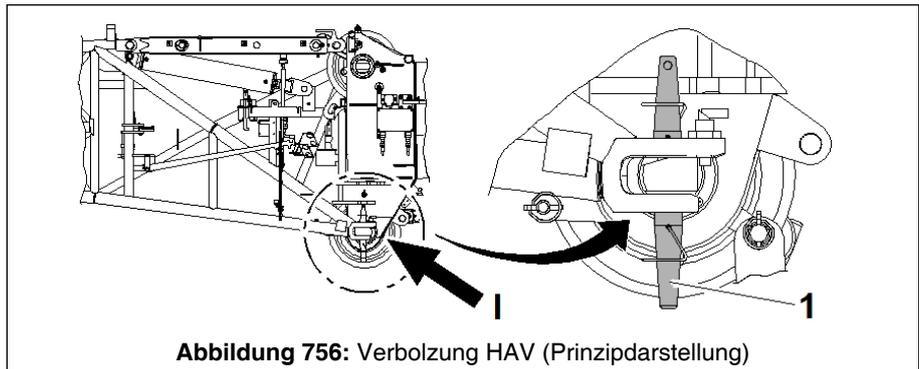

Abbildung 756: Verbolzung HAV (Prinzipdarstellung)
- Für das folgende Entbolzen am Punkt (I) (siehe ☞ Abb. 756, Seite 820) sicherstellen, dass Rastriegel (siehe Pfeil in ☞ Abb. 757, Seite 821) am Hauptausleger links unten arretiert ist.
1. Den Bolzen (1) am Punkt (I) entfernen.